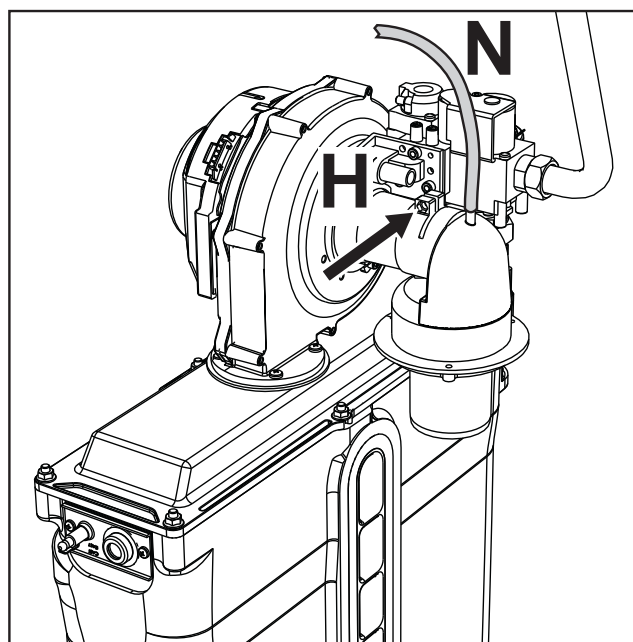

fig. 79
3. Togliere il tubetto di compensazione "N" e allentare la vite "H" (vedi fig. 79).